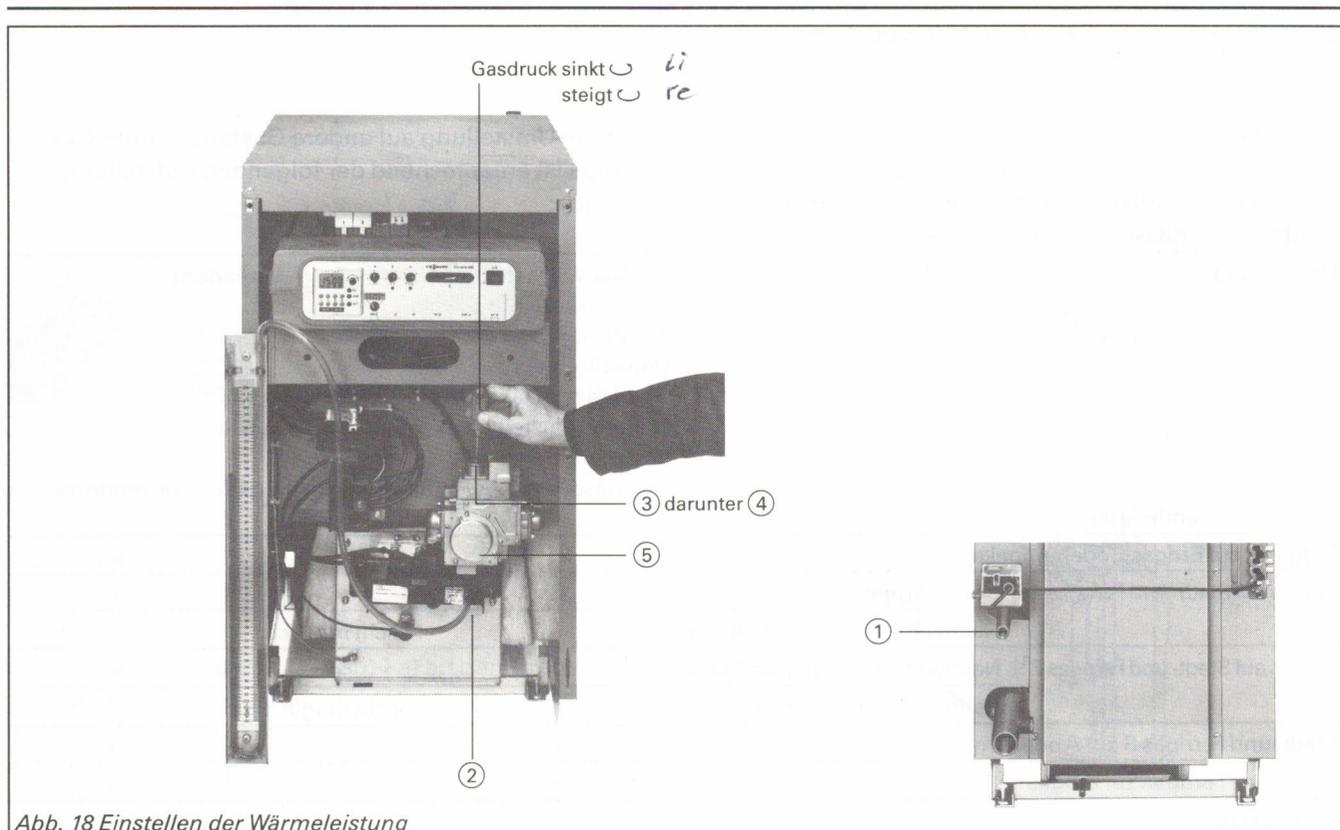

Abb. 18 Einstellen der Wärmeleistung
**c)** Schraube in Meßstutzen ① (Abb. 18) lösen (nicht herausdrehen) und U-Rohr-Manometer anschließen.
j) Gasabsperrhahn schließen, Schalter „Anlage“ bzw. „A“ an der Regelung ausschalten (Kessel geht außer Betrieb), U-Rohr-Manometer abnehmen, Meßstutzen ① schließen.
k) Schraube im Meßstutzen ② (Abb. 18) lösen, nicht her-
n) Schutzkappe ③ für Einstellschraube ④ am Druckregler ⑤ entfernen (Abb. 18).